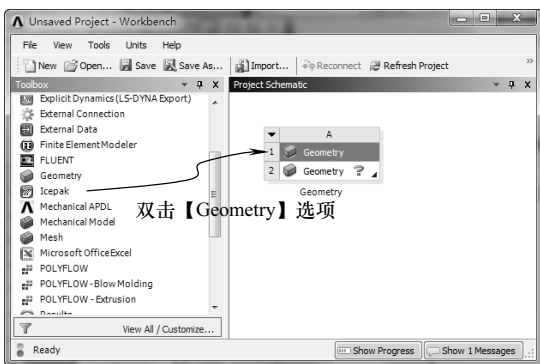

图 5-90 创建分析项目 A
3) 双击【Toolbox (工具箱)】中【Component Systems】下的【Geometry】选项，即可在【Project Schematic (项目管理区)】创建分析项目 A，如图 5-90 所示。